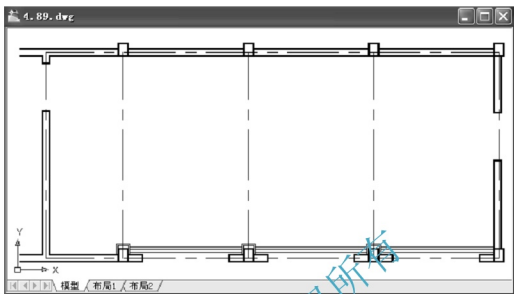

图 4.98 跨文件复制图形
(1) 打开餐厅平面布置图, 锁定【标注】、【地面】、【门窗】和【家具】图层。
(2) 选择菜单栏中的【文件】|【复制】命令, 在选择对象: 提示下, 输入“All”后按 Enter 键, 执行全选。
(3) 按 Ctrl+Tab 组合键或通过窗口菜单命令, 将“餐厅顶棚镜像平面图”设置为当前图形文件, 然后按 Ctrl+V 组合键。在指定插入点: 提示下, 在屏幕上任意一点单击, 以确定插入点, 结果如图 4.98 所示。